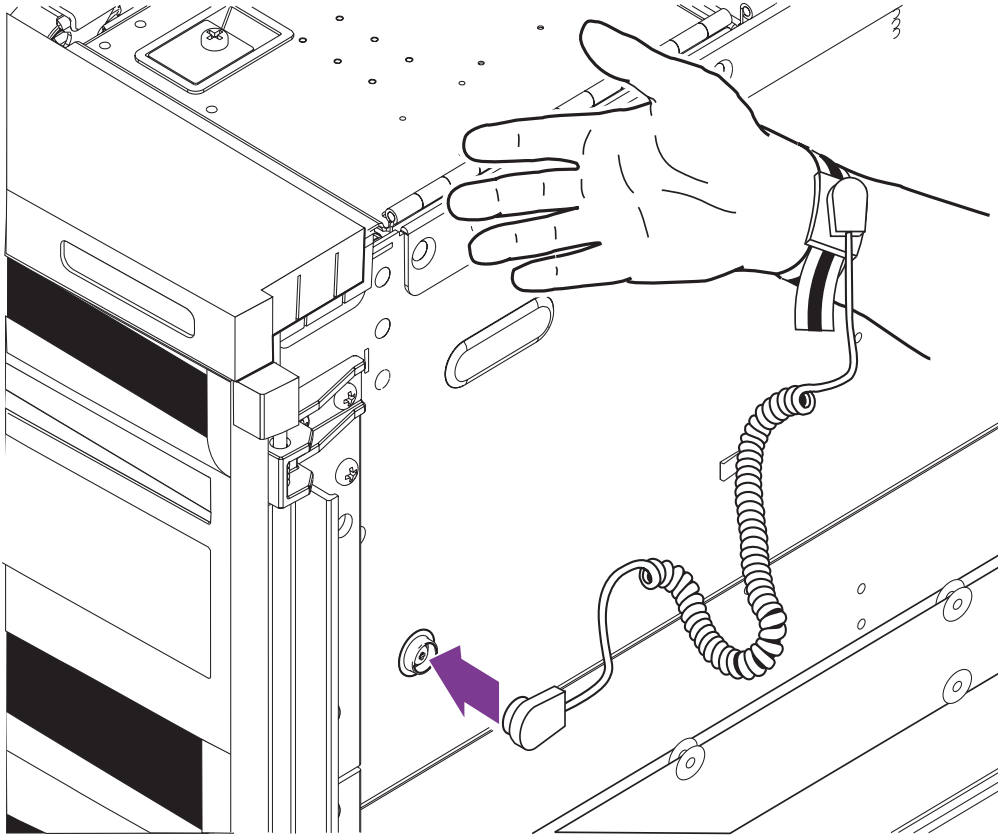
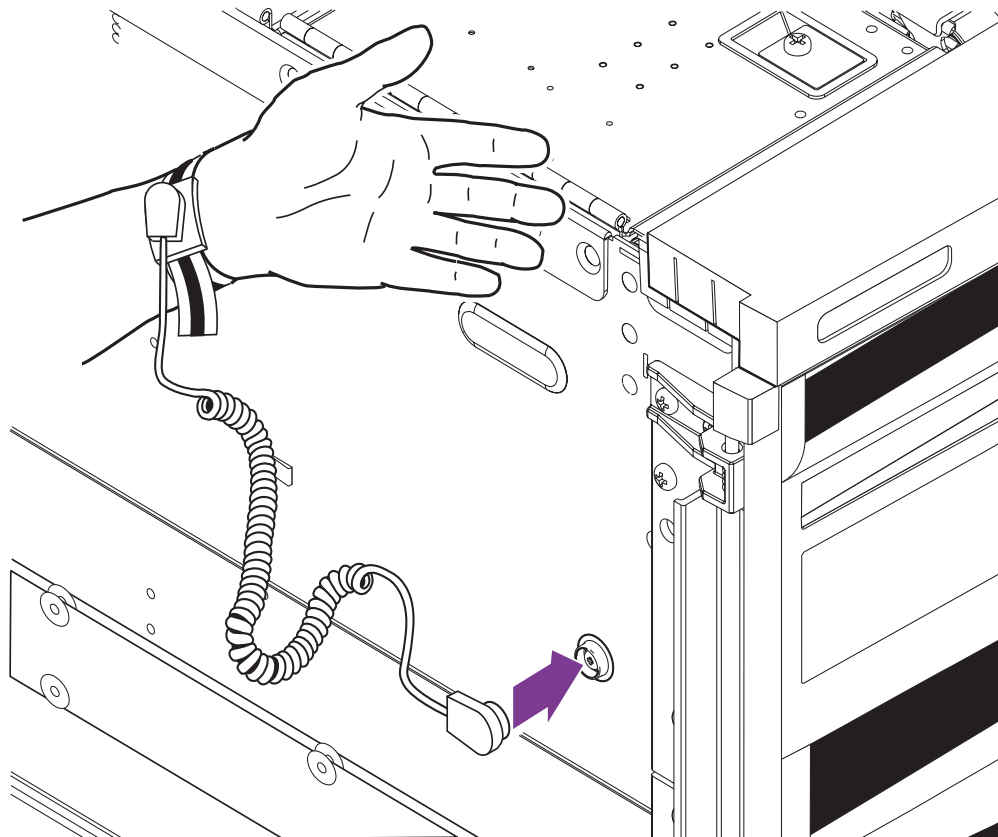

FIGURE 2 Fixation du bracelet – Côté droit
FIGURE 3 Fixation du bracelet antistatique – Côté gauche
- **Pour fixer le bracelet antistatique au châssis, reliez le bracelet comme indiqué à la FIGURE 2 ou FIGURE 3.**